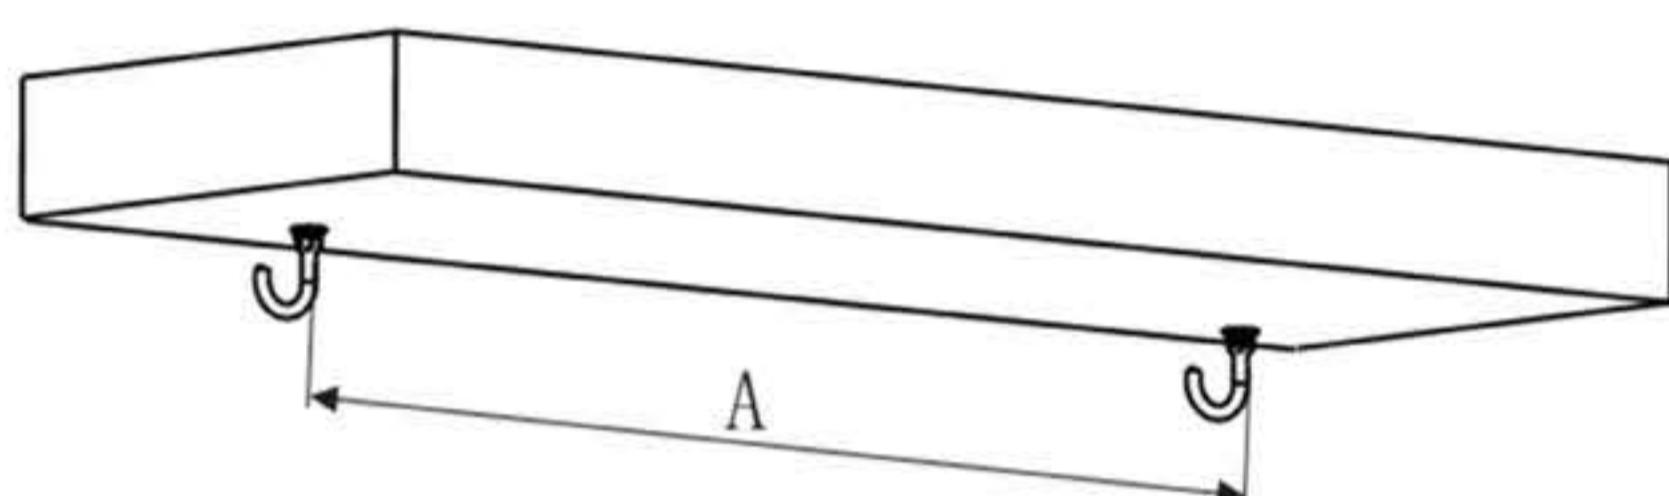

图7
- 1、用电钻在天花板钻两个大小及相对位置合适的孔, 并且确定两个孔位形成的直线与墙面平行, 在两个孔内钉入两只拉爆顶钩. (如图7)